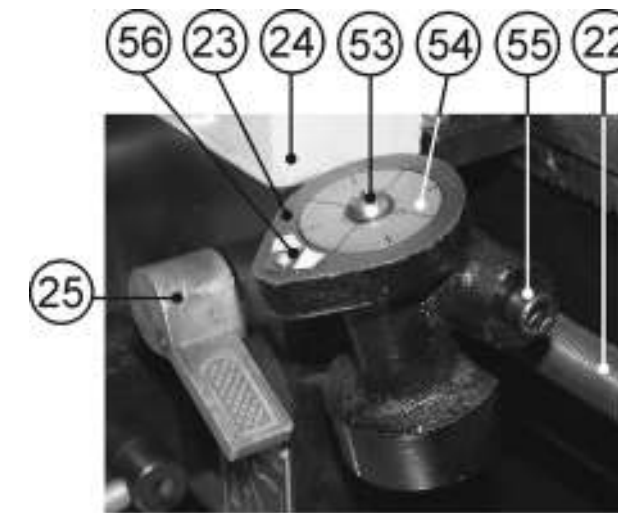

Рис.20
10.7.7. Включите станок п.10.2, подведите резец (35) к началу предполагаемой резьбы. Маховиком подачи поперечного суппорта (28) установите глубину резания, не превышая 0,2 мм за один проход (описано выше в п.10.3), опустите вниз ручку управления разъемной гайкой ходового винта (25) и начните нарезание резьбы, Рис.20.
10.7.8. По мере приближения резца к концу нарезаемой резьбы отведите резец (35), используя маховик подачи поперечного суппорта (28), п.10.3, Рис.15, а переключателем направления вращения шпинделя (6), Рис.14, включите в обратном направлении. **Не переключайте ручку управления разъемной гайкой ходового винта (25) при выполнении операции нарезания резьбы до конца изготовления резьбы, Рис.20.**
10.8. Индикатор нарезания резьбы (Рис.20)
10.8.6. Маховиком подачи поперечного суппорта (28), Рис. 2, установите глубину резания, не превышая 0,2 мм за один проход. Опустите вниз ручку управления разъемной гайкой ходового винта (25) и начните нарезание резьбы, Рис.20.
10.8.7. По мере приближения резца к концу резьбы отведите резец, используя маховик подачи поперечного суппорта (28), Рис. 15. Поднимите вверх ручку управления разъемной гайкой ходового винта (25), Рис.20. Вращая маховик ручной подачи каретки (29), Рис.15, отведите каретку назад к началу нарезания резьбы. Наблюдайте за вращающимся диском (54) индикатора нарезания резьбы (23). По мере совмещения метки (56) на корпусе индикатора нарезания резьбы (23) и ранее выбранного вами по таблице 5 числа индикаторного диска (54), резко опустите вниз ручку управления разъемной гайкой ходового винта (25) и начните нарезание резьбы. Повторяйте цикл нарезания резьбы до окончательных размеров.